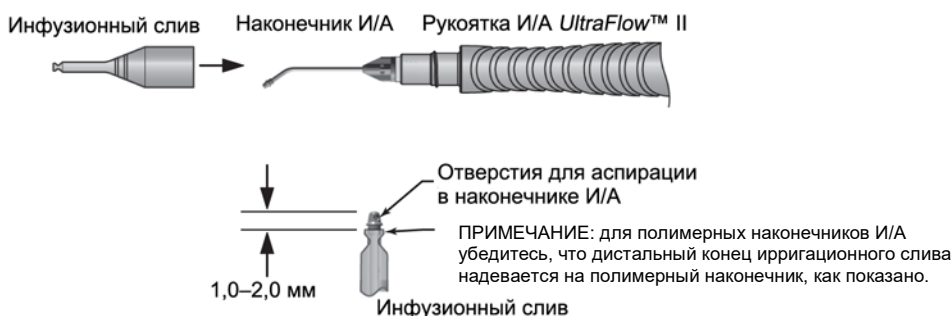

Рисунок 3-6 Подготовка ирригационного слива/наконечника рукоятки ирригации-аспирации
2. Конец слива должен оставлять свободным наконечник на 1-2 мм (см. рисунок 3-6). Избегайте перекручивания слива. Ориентируйте расположение портов как показано и убедитесь, что отверстие для ирригации/аспирации наконечника не закупорено.